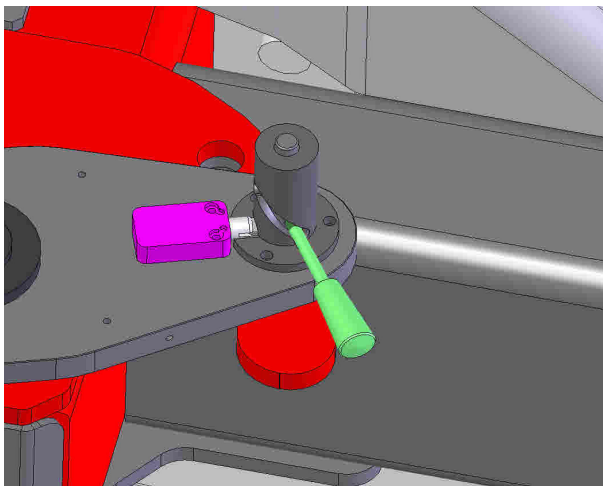

Fig. 5.15A
- **Micro-interrupteurs à broches des stabilisateurs (Fig. 5.15A, 5.15B)**